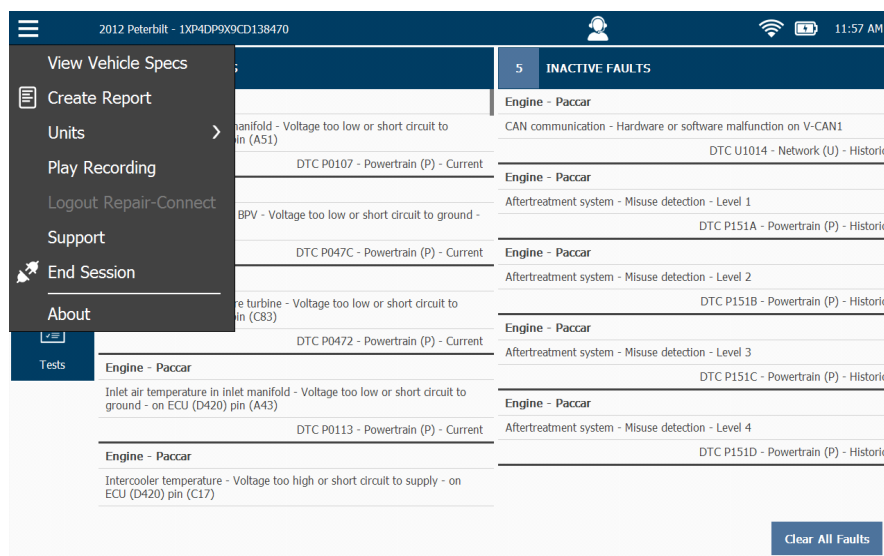

Figura 4.39 Menú de Diagnóstico
- 4** Toque la **flecha atrás** en la parte inferior de la pantalla para volver al Menú de Diagnóstico (Figura 4.39).